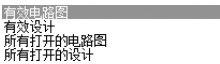

图 8-3 设置搜索范围
2) “搜索范围”下拉列表：用于设置需要查找对象的范围，如图 8-3 所示。